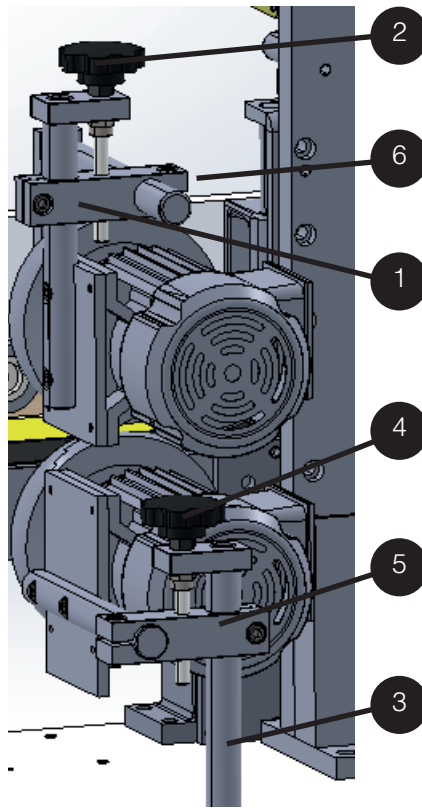

Figura 6-19
4.7.3 Ajuste da roda (exemplo da unidade superior, Figura 6-19):
- **Solte o parafuso sextavado M8 (1)**
- **Reaperte o parafuso (1)**
- Solte o parafuso (6) na Figura 6-19